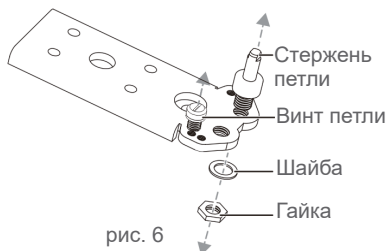

рис. 6
6. На нижней петле выверните винт, а затем удалите стержень петли, сняв шайбу и гайку (→ рис. 6).